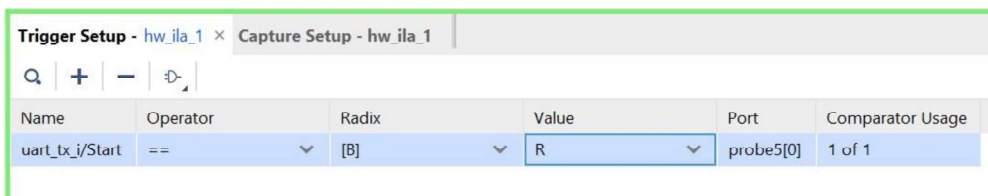

Figura 6.8. Fereastra *Trigger Setup* după setarea condiției de declanșare.
6. În aceeași fereastră *Trigger Setup*, în câmpul *Value* selectați **R (0-to-1 transition)**. Fereastra *Trigger Setup* ar trebui să arate ca în figura 6.8.